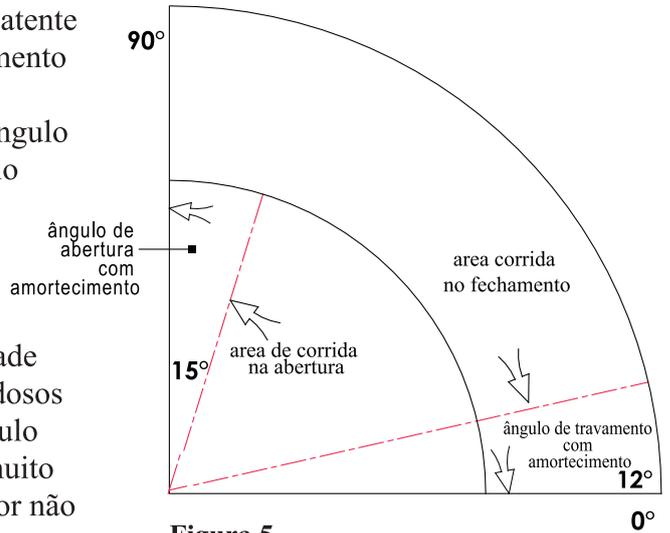
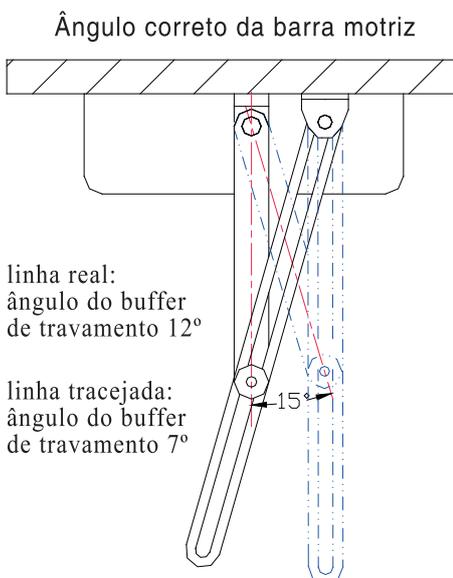

Figura 5
Figura 6
- Quando a barra de acionamento é vertical ao batente da porta, o ângulo de travamento do amortecedor é  $12^\circ$  (consulte a Figura 5, Figura 6); enquanto a barra acionadora é fixada em um ângulo de  $75^\circ$  em relação ao batente da porta, o ângulo de travamento do amortecedor é de  $7^\circ$  (consulte a Figura 6).